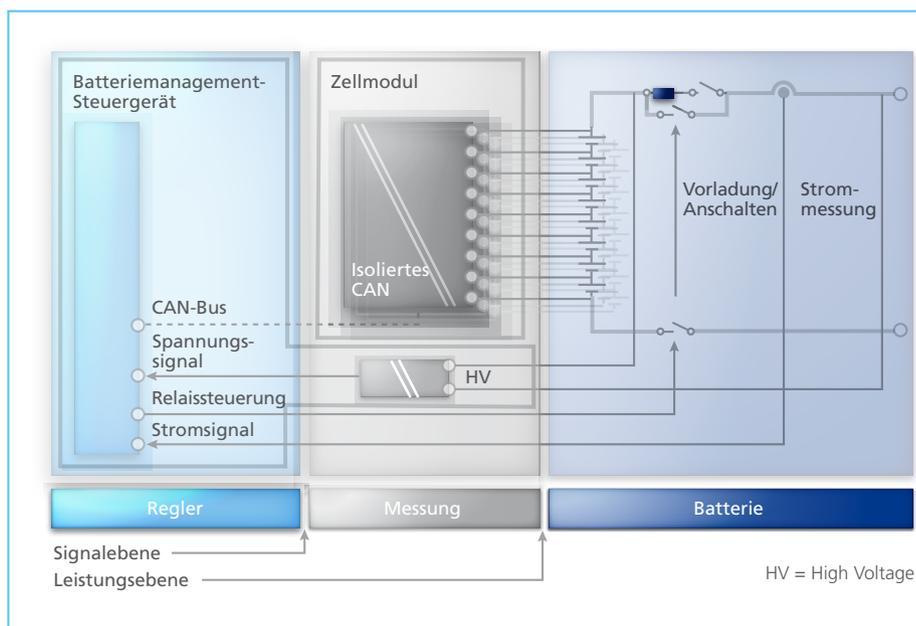

Abbildung 1: Schnittstellen beim HIL-Test von Batteriemanagementsystemen.
Ein BMS gliedert sich in das eigentliche BMS-Steuergerät und die Zellmodule (ZM). Beide sind über einen isolierten CAN untereinander verbunden (Abbildung 1). Ein ZM ist jeweils einem Zellstapel – einer Untermenge aller Batterieeinzelzellen – zugeordnet. Ein ZM ist sowohl für die Messung der Zellspannungen als auch für die gezielte Entladung einzelner Zellen zuständig. Dazu gibt es im ZM für jede Zelle einen Schalter (Transistor), der im eingeschalteten Zustand die Zelle über einen Widerstand belastet. Das Steuergerät belastet immer diejenigen Zellen durch Aktivierung des zugehörigen Schalters, die in ihrer Spannung höher liegen als die übrigen Zellen. Dieser Mechanismus führt dazu, dass sämtliche Zellen der Batterie auf demselben Ladungsniveau gehalten werden. Unterschiede im Verhalten der Zellen werden so ausgeglichen.